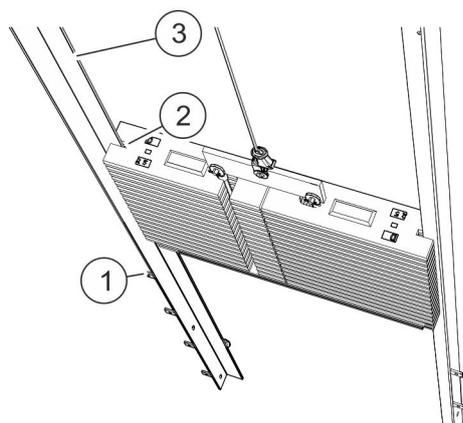

Abb. 34: Gleitwinkel der Gewichts-führung im Tunnel
8. ➔ Gleitwinkel der Gewichts-führung (Abb. 34/3) links und rechts in die Aussparungen der Gewichte (Abb. 34/2) schieben und jeweils mit einer Sechskantschraube an der oberen Verbindungs-lasche, im hinteren Langloch und an der unteren Verbindungs-lasche befestigen.